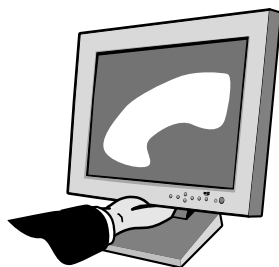
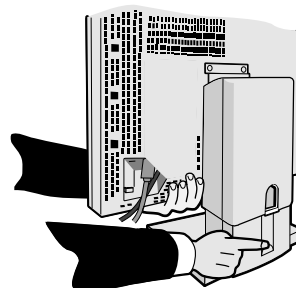

Figure RL.1
Figure RL.2
Il est possible de lever ou de baisser le moniteur en mode Portrait ou Paysage. Pour lever ou baisser l'écran, placez une main sous l'écran (**figure RL.1**), soulevez ou baissez légèrement puis poussez simultanément le bouton à l'arrière du pied (**figure RL.2**). L'écran s'abaissera tant que le bouton est enfoncé. Relâchez le bouton pour immobiliser l'écran en place.
Avant de le tourner l'écran, celui-ci doit être soulevé à sa hauteur maximale afin d'éviter qu'il ne heurte la table ou que vous ne vous coinciez les doigts. Pour lever l'écran, placez une main sous l'écran (**figure RL.1**) soulevez-le légèrement et poussez simultanément le bouton à l'arrière du pied (**figure RL.2**).
2. Placez une main sous l'écran (figure RL.1) soulevez-le légèrement et poussez simultanément le bouton à l'arrière du pied et levez-le à la hauteur maximale (figure RL.2).